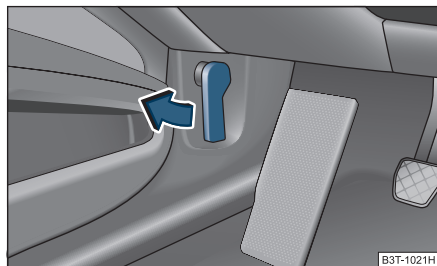

Fig. 200 Palanca de desbloqueo para el capó
- Tire de la palanca de desbloqueo debajo del tablero de instrumentos, lado del conductor ⇒ fig. 200.
- Desbloquee el capó del vano motor ⇒ fig. 200.